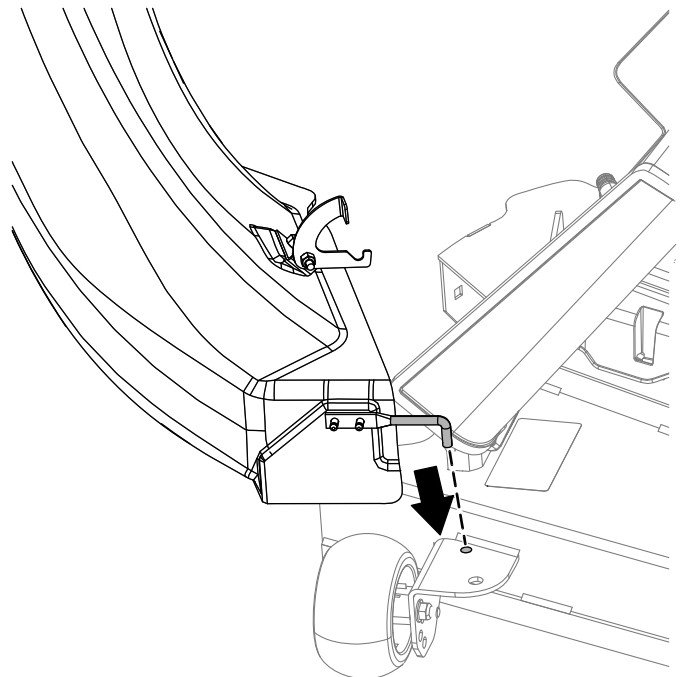

Figura 16
1. Nagnite bacač i postavite osovinicu u rupu na kućištu kosilice kao što je prikazano na Figura 16.